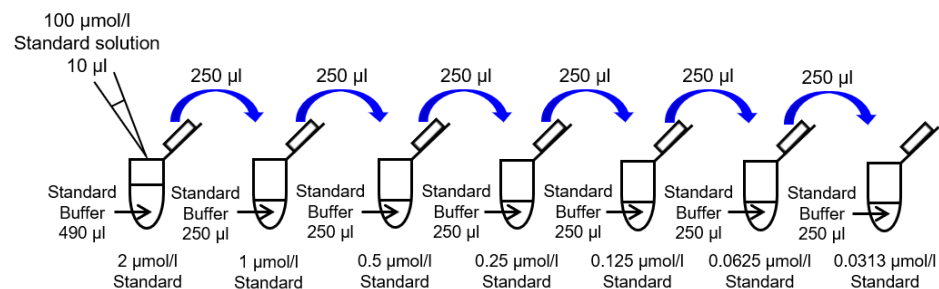

図 4 Standard solution の調製方法
- (1) 10 mmol/l Standard stock solution 2 μl を超純水 198 μl で希釈し、100 $\mu\text{mol/l}$ Standard solution を調製する。
- (2) 操作 (1) で調製した 100 $\mu\text{mol/l}$ Standard solution 10 μl をさらに Standard Buffer 490 μl で希釈し、2 $\mu\text{mol/l}$ Standard solution を調製する。さらに順次 2 倍希釈していき、標準液 (2, 1, 0.5, 0.25, 0.125, 0.0625, 0.0313, 0 $\mu\text{mol/l}$) とする (図 4 参照)。